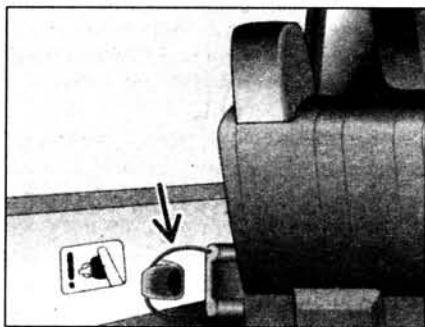

Рис. 1.32. Стопорные петли спинки сиденья должны навешиваться на крючки боковых стенок.
- стопорные петли спинки сиденья должны навешиваться на крючки боковых стенок (рис. 1.32);